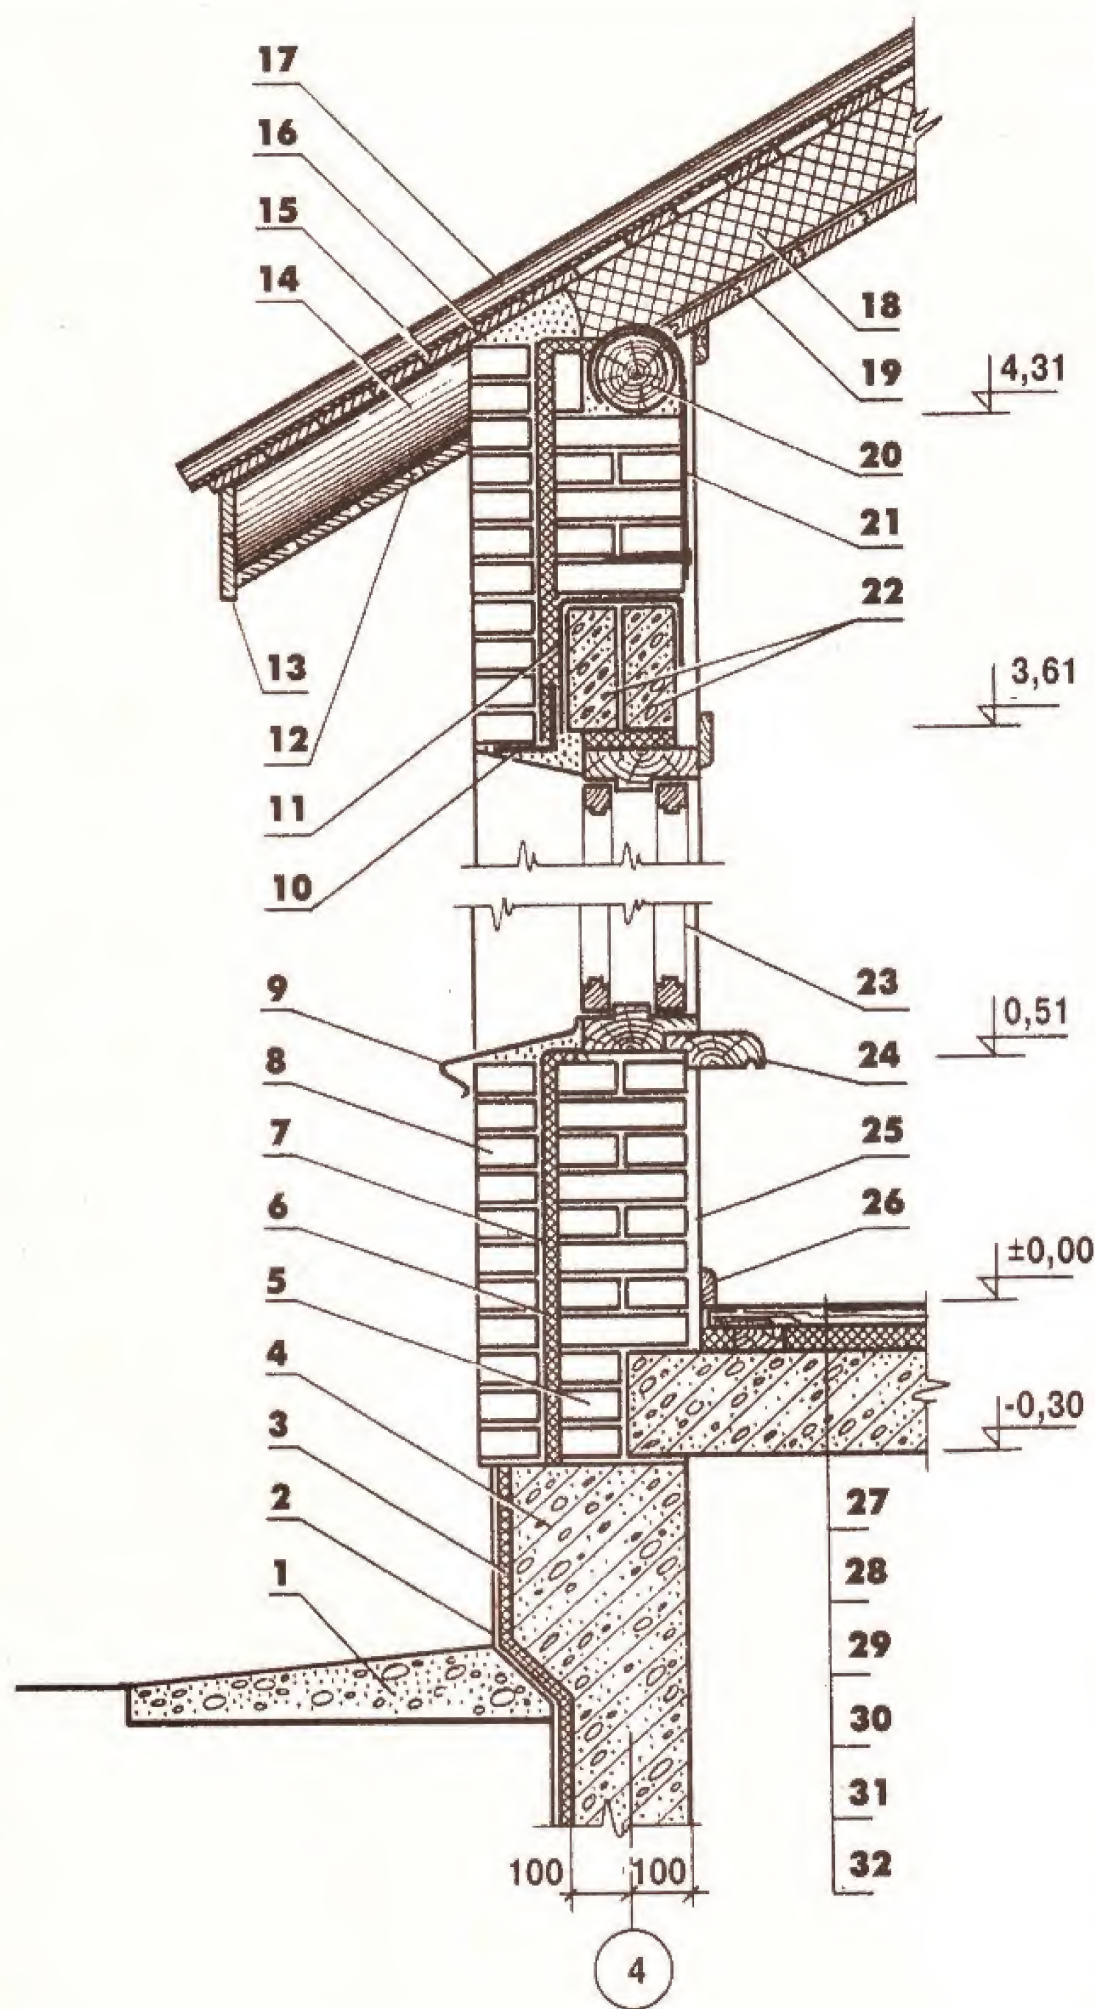

Рис. 3 (продовження). Основні конструкційні рішення
Рис. 3. Основні конструкційні рішення: 1 - вимощення; 2 - подвійна обмазка бітумною мастикою; 3 - утеплювач (плити екструзійного пінополістиролу 20 мм); 4 - монолітна залізобетонна стіна підвалу товщиною 200 мм; 5 - несуча частина цегельної стіни - 250 мм; 6 - утеплювач (плити екструзійного полістиролу "ЕКСПОЛ" товщиною 30 мм); 7 - розчин М50 (10 мм); 8 - лицьова кладка (120 мм); 9 - злив з оцинкованого заліза; 10 - куточок зі сталеві смуги товщиною 10 мм; 11 - хомут зі сталеві смуги товщиною 10 мм; 12 - підшивка карниза із стругані шпунтовані дошки товщиною 20 мм; 13 - лобова дошка із стругані шпунтовані дошки товщиною 25 мм; 14 - крокви діаметром 160 мм; 15 - риштування (необрізна дошка 25 мм); 16 - суцільний килим з толю; 17 - шифер; 18 - утеплювач (мінеральна вата, обгорнута толем); 19 - підшивка стелі із стругані шпунтовані дошки товщиною 30 мм; 20 - мауерлат діаметром 160 мм; 21 - скрутка з дроту; 22 - залізобетонна перемичка; 23 - вітраж; 24 - підвіконна дошка; 25 - штукатурка; 26 - плінтус; 27- шпунтована дошка для підлоги товщиною 40 мм; 28 - пергамін; 29 - лага товщиною 40 мм; 30 - мінеральна вата (40 мм); 31 - залізобетонна плита перекриття (товщина 220 мм); 32 - скоби; 33 - коньковий брус; 34 - прогін діаметром 180 мм; 35 - стояк діаметром 160мм
**Стіни.** Зовнішні стіни - тришарові (рис. 3). Внутрішній несучий шар стіни товщиною 250 мм - зі звичайної повнотілої глиняної цегли М50 на розчині М25. Можливе застосування і силікатної цегли. Середній шар - теплоізоляція типу "Рипор 4" товщиною 20 мм.